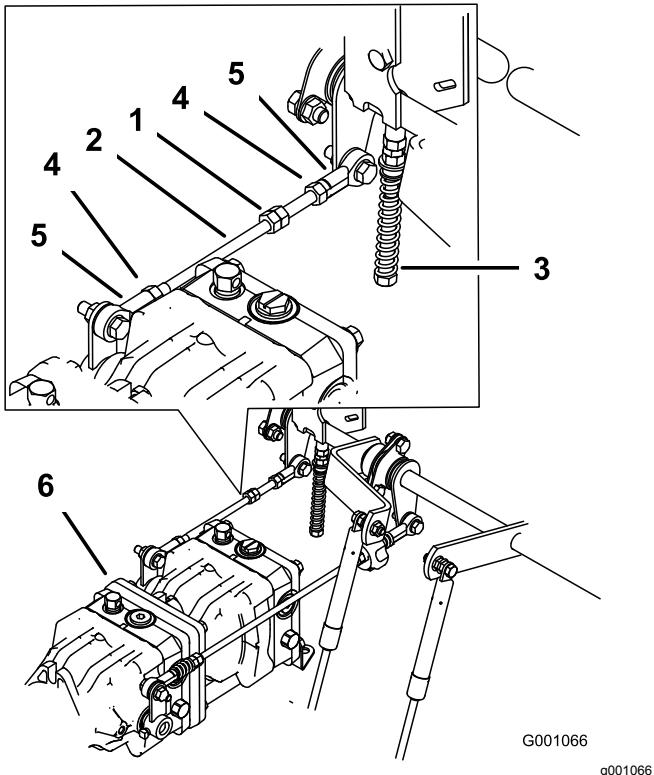

Figure 88
- Desserrez les contre-écrous sur les rotules de la tige de commande de la pompe (Figure 88).
- Réglez la longueur de la tige de pompe en tournant les doubles écrous dans le sens voulu, jusqu'à ce que la roue soit immobilisée ou tourne légèrement en marche arrière (Figure 88).
- Serrez les contre-écrous contre les rotules (Figure 88).